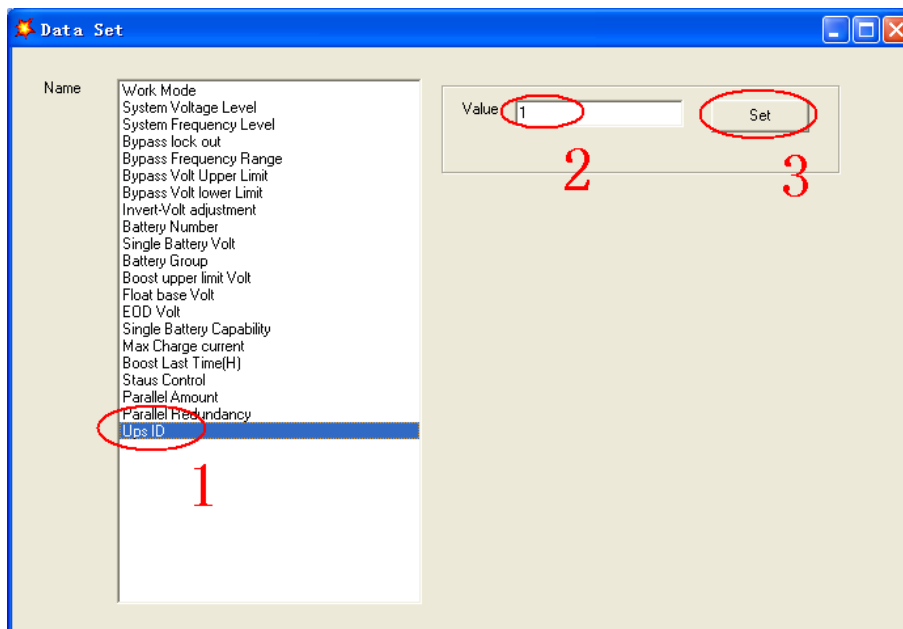

Fig. 5-14 Ajuste del valor de modo paralelo
5. En la ventana «Data Set» (ajuste de datos), haga clic en «UPS ID» (ID del SAI), escriba un valor para el ID del SAI paralelo a la derecha, por ejemplo «1», y luego haga clic en «Set» (ajustar) como se muestra en la imagen siguiente (Fig. 5-14). Si el SAI emite un pitido, significa que el ajuste es correcto.